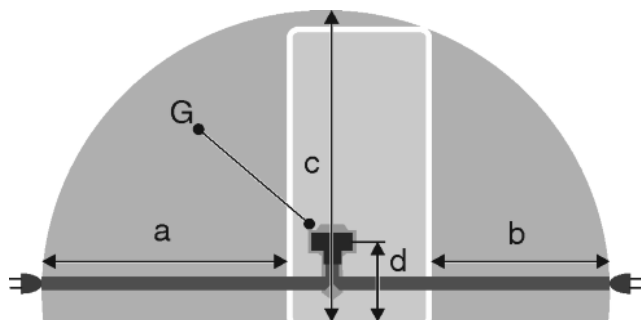

Fig. 22
- De contactdoos bevindt zich buiten het bereik van de achterzijde van het apparaat in het desbetreffende gedeelte *Fig. 22 (a, b, c)*.
- Breng de apparaatstekker *Fig. 22 (G)* aan de achterzijde van het apparaat aan. Let op het correct vastklikken.